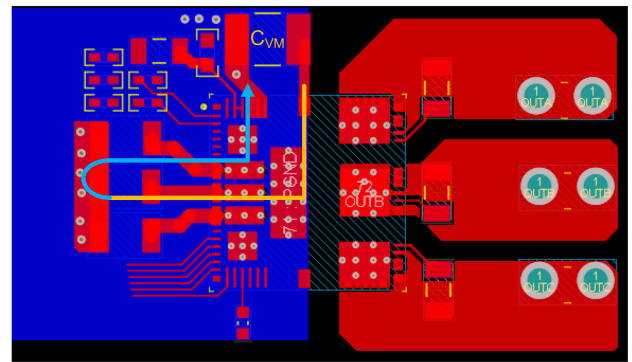

图 8. DRV7308 的典型布局参考 (展示了较小的电流环路面积)。
- **较小的开关电流环路面积。** 本地去耦电容器将在开关期间提供脉冲电流。DRV7308 的设计使得直流电压去耦电容器 ( $C_{VM}$ ) 的开关电流环路面积非常小，如图 8 中所示。